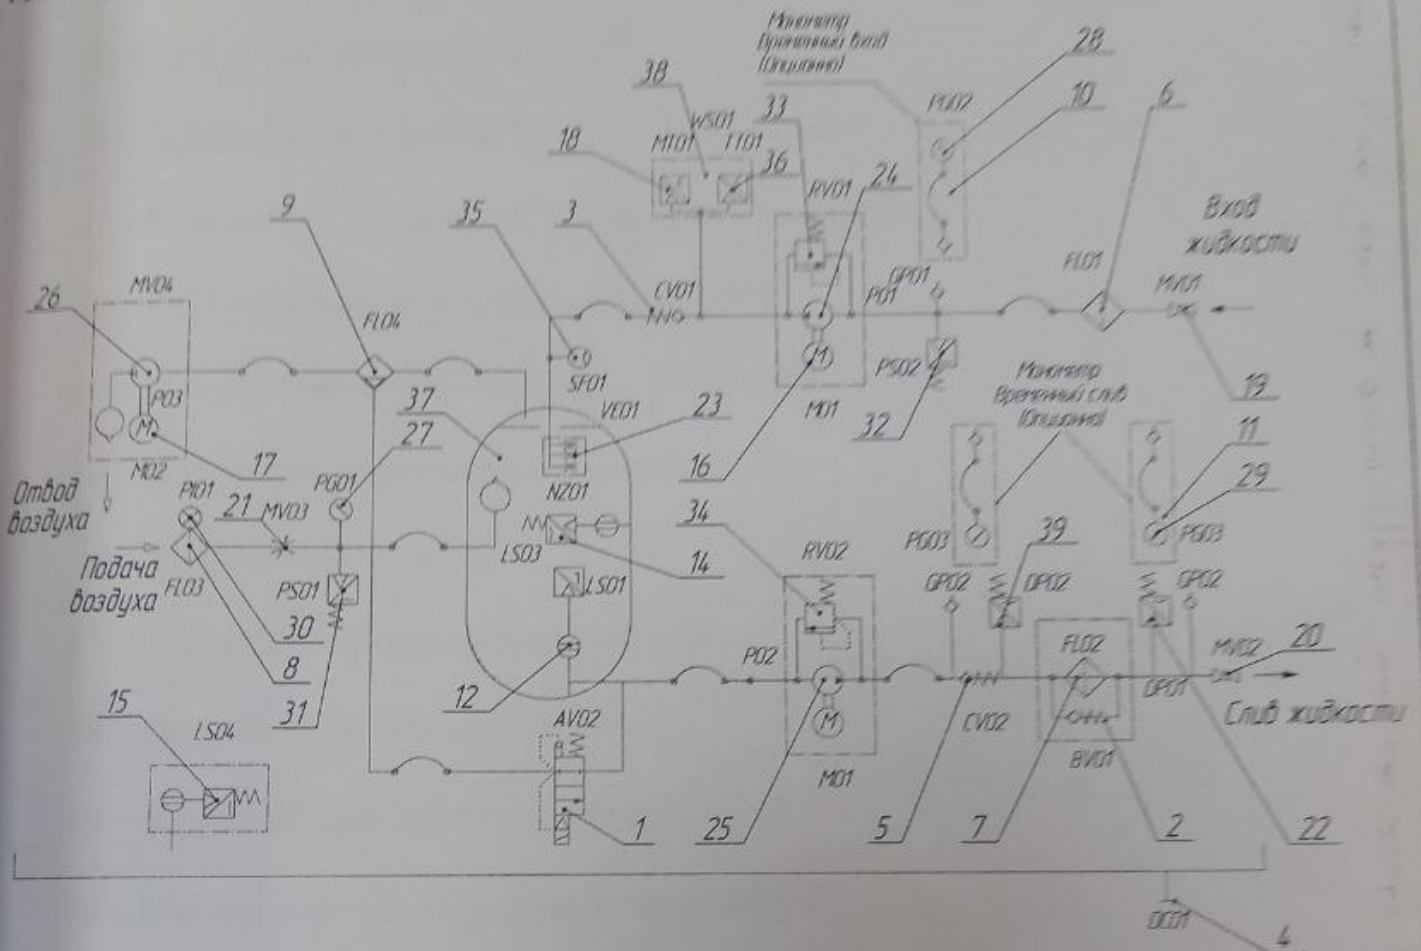

Рисунок 2 – Принципиальная гидравлическая схема УКО70
1.5.4. Принципиальная гидравлическая схема УКО70 приведена в Приложении А и изображена на рис. 2